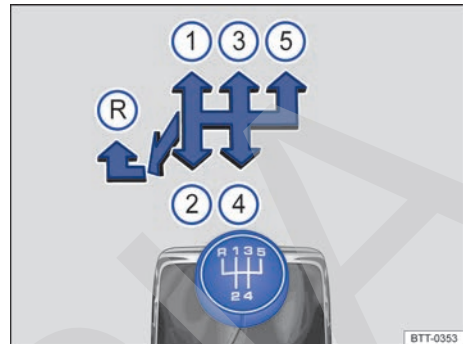
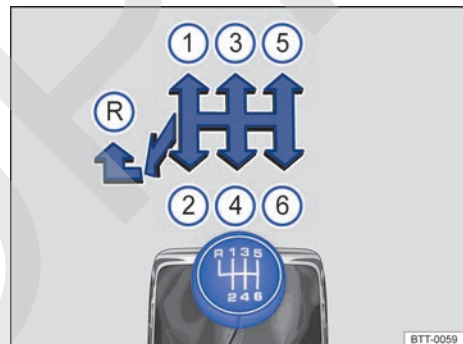

Fig. 99 Esquema de la transmisión manual de 5 marchas.
Fig. 100 Esquema de la transmisión manual de 6 marchas.
Las posiciones de cada marcha están representadas en la palanca de cambios → fig. 99 y → fig. 100.
- Mueva la palanca de cambios completamente hacia la izquierda y después hacia adelante para situarla en la posición de la marcha atrás → fig. 99 y → fig. 100 (R).